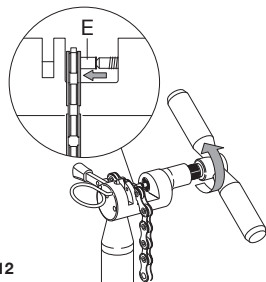

Fig.12
- En appliquant une force homogène, vissez l'outil (**Fig. 12**) jusqu'à ce que la bague **ULTRA-LINK 5-CN-SR700** (E) entre complètement sur toute l'épaisseur du maillon.